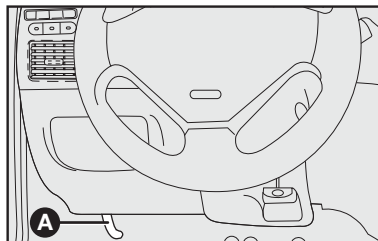

fig. 134
- 1) Tire de la palanca **A**-fig. 134;